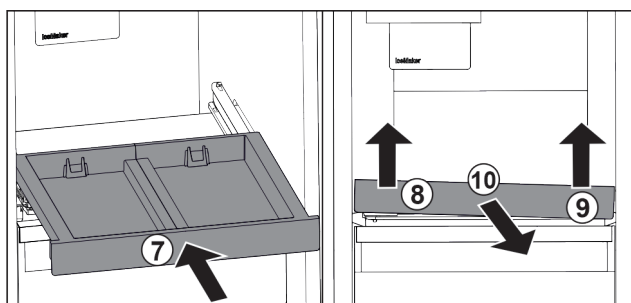

Fig. 27
- ▶ Zasuňte vyťahovaciu poličku. Fig. 27 (7)
- ▶ Nadvihnite vyťahovaciu poličku vpredu vľavo. Fig. 27 (8)
- ▶ Nadvihnite vyťahovaciu poličku vpredu vpravo. Fig. 27 (9)
- ▶ Odoberte vyťahovaciu poličku dopredu. Fig. 27 (10)